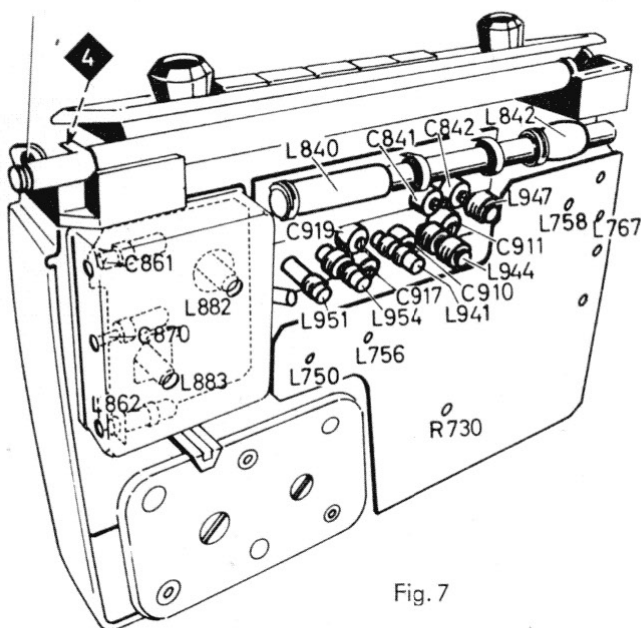

Fig. 7
3. Den Ruhestrom ca. 1 Minute nach dem Einschalten des Gerätes mit dem Einstellregler R730 auf $7 \text{ mA} + 1,4 \text{ mA}$ $- 0,7 \text{ mA}$ bei einer Batteriespannung von 9 V einstellen, Fig. 7.
3. Approx. 1 minute after switching on set, set zero signal current via adjuster R 730 to $7 \text{ mA} + 1,4 \text{ mA}$ $- 0,7 \text{ mA}$ at a battery voltage of 9 V, see fig. 7.